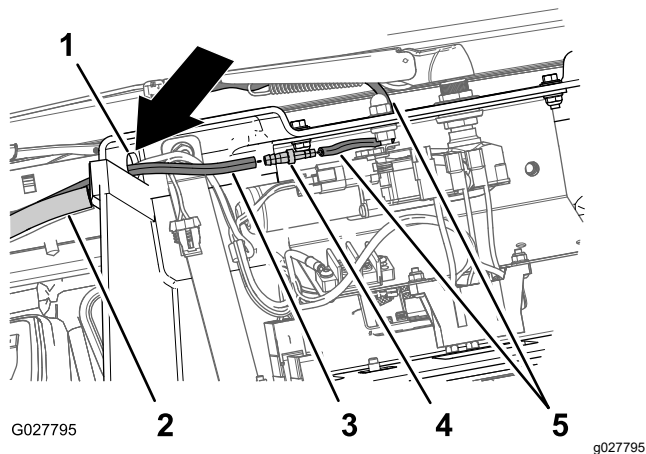

図 20
1. 頭上のコンソール部で、ホースの一端をコンソールの穴に通す 図 20。
2. ホースのフィッティングバーブの小さい方の端部を、ワイパーから出ているホースに差し込む。きっちりと奥まで入れること 図 20。
3. ホースのフィッティングバーブの大きい方の端部を、ホースに差し込む。きっちりと奥まで入れること 図 20。